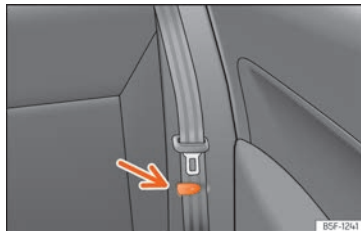

Fig. 104 Banquette arrière : pince pour ceinture de sécurité.
- Placer les ceintures de sécurité latérales dans la pince du revêtement »» fig. 104.